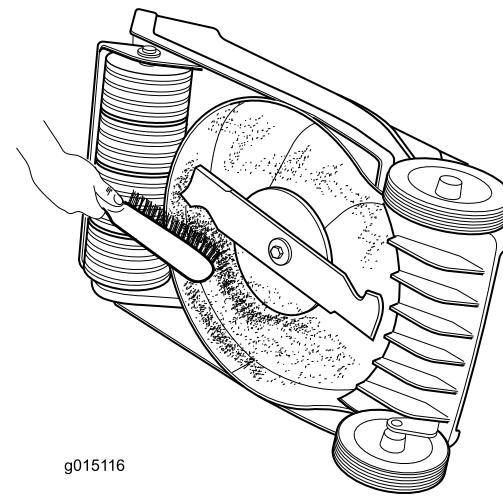

Figura 17
- Pulite il sottoscocca del tosaerba. Togliete morghia e sfalcio con un raschietto o una spazzola di legno duro (Figura 17).